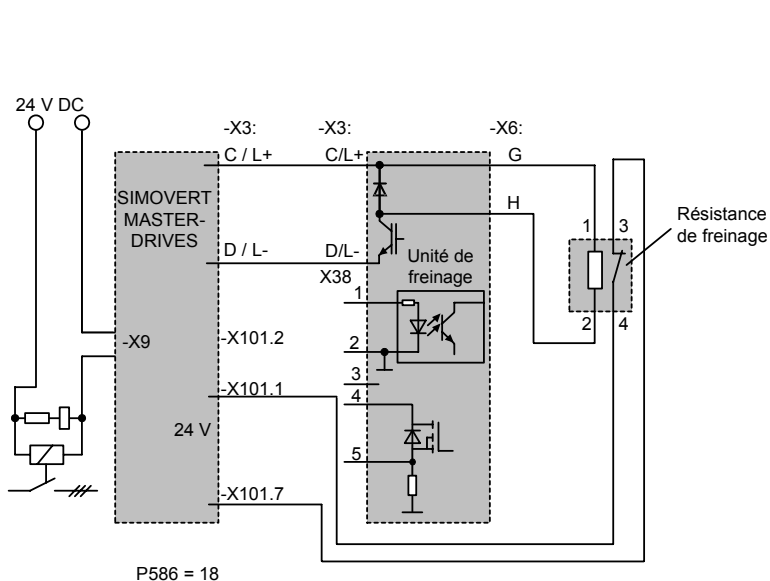

Fig. 3-8 Convertisseur indirect - unité de freinage avec résistance de freinage et coupure sur défaut du convertisseur par l'entrée TOR 5
Si le contacteur principal est commandé par la sortie appropriée du convertisseur indirect ou de l'onduleur (X9), on pourra brancher le thermocontact sur une entrée binaire que l'on paramétera en tant qu'entrée de défaut (voir Fig. 3-8).
- ◆ Paramétrer les entrées et sorties binaires de commande de l'unité de freinage (techn. FCOM). Les valeurs à donner aux paramètres se rapportent au câblage entre un MASTERDRIVES et une unité de freinage tel que représenté sur la Fig. 3-8 ou Fig. 3-9. Si l'on utilise d'autres bornes, il faut donner aux paramètres d'autres valeurs.
Exemple selon Fig. 3-8